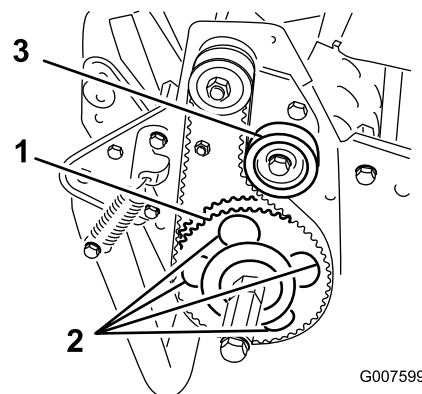

Figure 44
7. Tournez la poulie menée jusqu'à ce que les trous se trouvent en face des 4 vis à embase du roulement à rouleaux (Figure 44).
11. Réglez la tension de la courroie et serrez la vis de fixation de la poulie de tension (Figure 44).